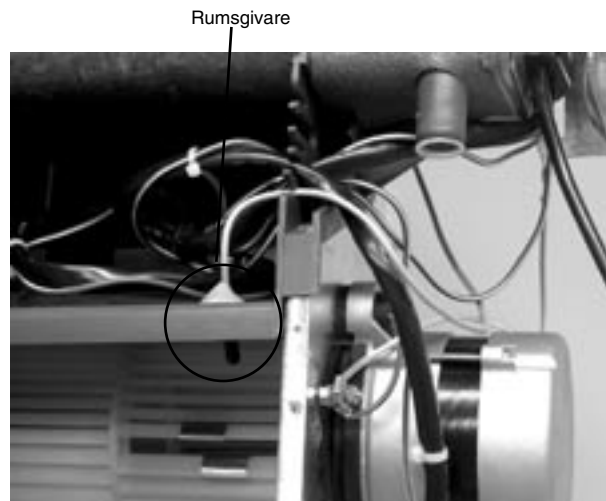

Fig. 8
5. a. Temperaturgivaren monteras i ingående luft enligt fig.8.